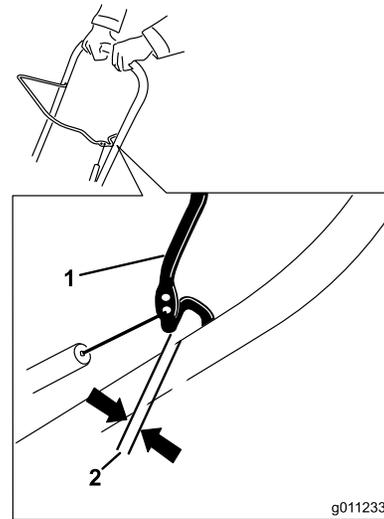

图 17
将控制杆向后移向把手以消除控制拉索的松弛现象图 17。
**注意** 确保控制杆与把手之间存在 23mm 间隙图 17。